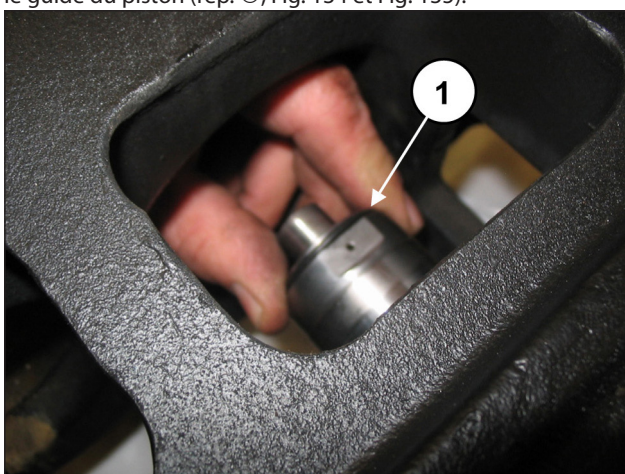
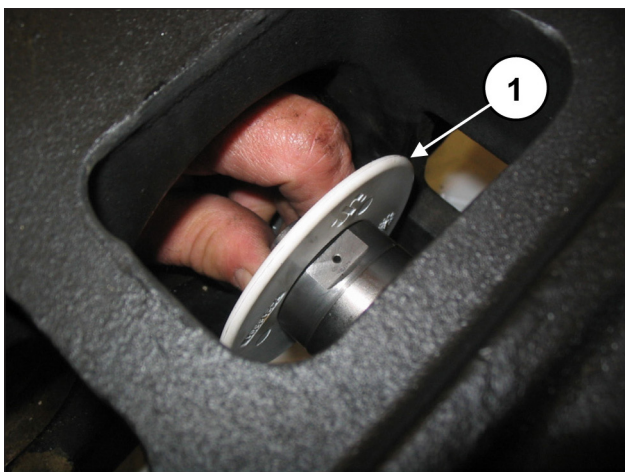

Fig. 134
Fig. 135
Placer les bavettes avec leur joint torique dans le logement sur le guide du piston (rep. ①, Fig. 134 et Fig. 135).